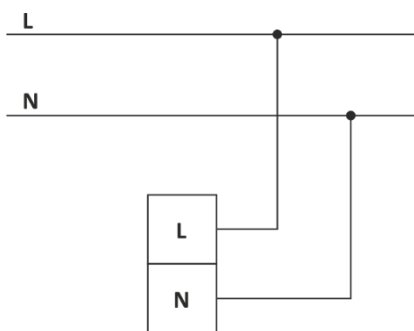

Рисунок 2
Подключение светильника к электрической сети произвести согласно схеме (рис. 2).
3.2 Подключите сетевой провод (4) к сети электропитания (5) согласно рис. 2.